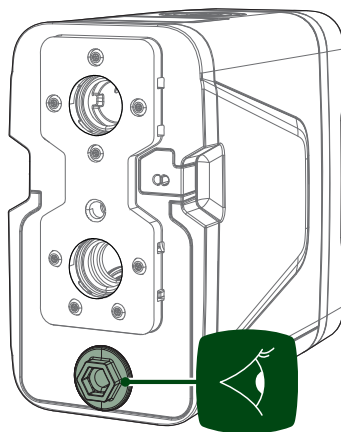

Fig. 14 Tappo di scarico
7. procedere allo svuotamento completo della pompa svitando e togliendo con cautela il tappo di scarico (vedere Fig. 14 Tappo di scarico). Se durante l'operazione viene tolto o allentato a sufficienza anche il tappo di carico (VNR) vedi Fig. 10 Azione di riempimento – Corretta posizione tappo VNR, viene facilitato lo scarico della pompa e drenato anche tutto il condotto di mandata;